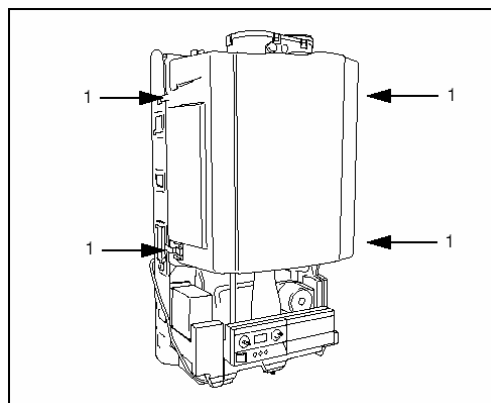

fig.13 Kåpan tages bort
- Kåpan tas bort genom att lossna de fyra snabbstängningarna eller beslagen för innerkabinett (valfri) (fig.13, pos.1).